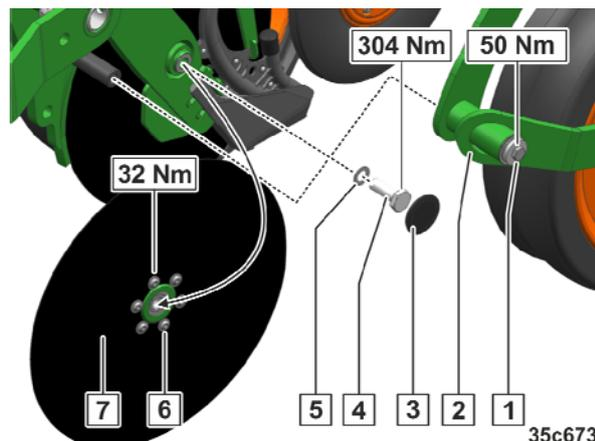

Fig. 311
1. Schraube (Fig. 311/1) lösen und entfernen.
2. Tragrollenhalter (Fig. 311/2) mit Tragrolle demontieren.
4. Staubkappen (Fig. 311/3) entfernen.
5. Zentralschrauben (Fig. 311/4) lösen und entfernen.
6. Anzahl der Distanzscheiben (Fig. 311/5) bachten.
7. Kolterscheiben (Fig. 311/7) demontieren.
8. Verschraubungen am Lagersitz (Fig. 311/6) lösen und entfernen.